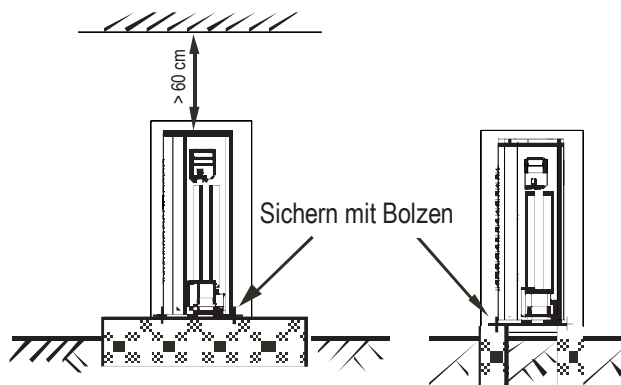

Abb. 6-6
- Befestigen Sie das Gerät sicher mit der Schraube, so dass es nicht verrutschen kann. (Abb.6-6)